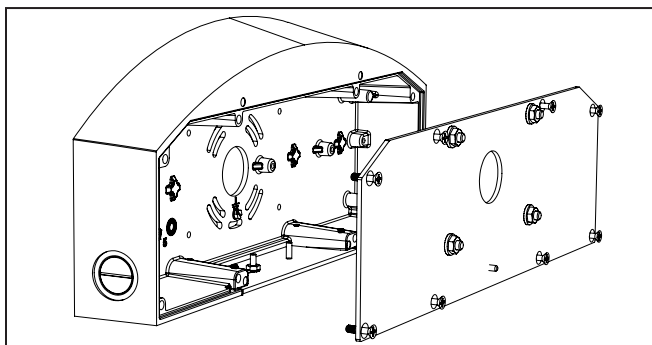

Figura 12.
1. Retire la placa de la cubierta frontal; cantidad: 8 tornillos de cabeza Phillips. Tenga en cuenta que los tornillos deben permanecer en la placa de la cubierta. (Figura 12)
5. Instale la cubierta frontal en la caja posterior (Figura 12). Apriete los tornillos a 20 in-lb (2,26 N·m).